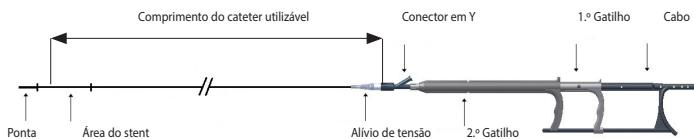

Figura 1 – Sistema de stent
- Um sistema de stent, conforme apresentado na Figura 1, composto por um tubo interior que contém o lumen para o fio-guia, uma bainha de aplicação do stent e uma bainha estabilizadora do sistema, todos interligados por meio de um cabo. O lumen para o fio-guia termina distalmente numa ponta atraumática de cateter de introdução, tendo início proximalmente numa ligação luer concebida para aceitar um fio-guia compatível.